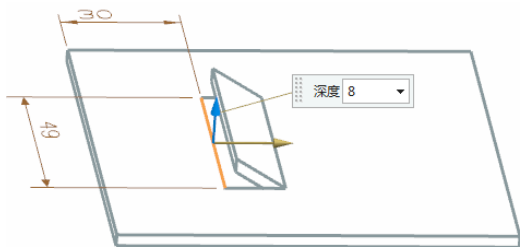

图 4-40 冲裁端百叶窗参数设置示意图
(3) 在对话框中设置百叶窗形状为冲裁的, 输入“宽度”为 15, “深度”为 8, 视图区如图 4-40 所示;